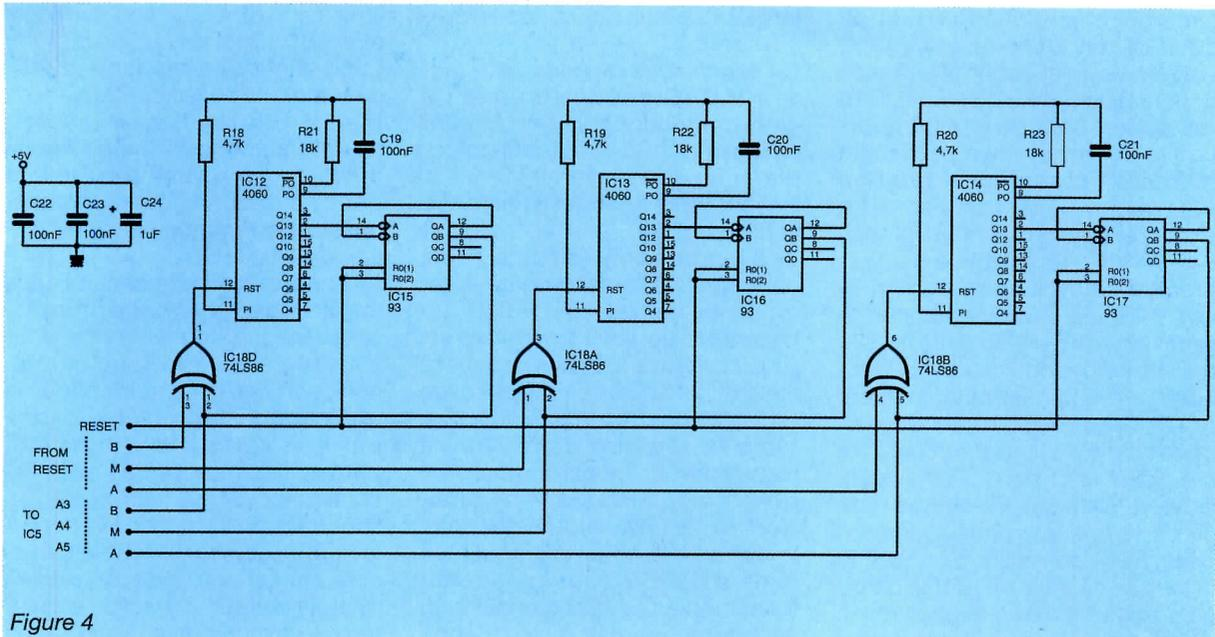

Figure 4
Afin de différencier entre AUT HPs en cours de cycle et SW2 fermé, LD1 indique qu'une commande manuelle est activée. Néanmoins, il est toujours permis de constater que les amplis sont, ou non, prêts grâce à LD2 à 4. Tout ceci n'est que simple logique. Mais HILPAC dispose d'une analyse supplémentaire pour aller regarder si un ampli est en panne (PROTECT à 0) pendant disons 1 minute (modifiable à volonté). Pour cela, il faut passer à la **figure 4**. Le montage doit dire quelque chose à ceux qui suivent, car le principe est très proche du fonctionnement de l'horloge de cycle. Ce que nous voulions obtenir était qu'à partir des signaux des cartes PROTECT à 0, un compteur entre en action puis, au bout d'un temps considéré comme une panne grave, fournisse un signal qui coupe le secteur sur l'ampli concerné (comme on le ferait manuellement). Mais ce cycle irréversible (seule une RAZ peut déverrouiller) ne devait pas entrer en action pour une simple erreur momentanée : il faut laisser à PROTECT la charge de surveiller les HPs, et une coupure due à un accident fugitif (surchauffe, etc.) est ré-armable automatiquement par la logique de PROTECT. Ainsi, si une protection entre en action pendant dix secondes et qu'elle se libère, la logique de coupure 220, même si elle a commencé à compter 10 secondes, doit être stoppée, le compteur remis à zéro et l'horlo-
**Figure 8** on trouve le circuit correspondant au schéma de la figure 4, et **figure 9** la logique principale, porteuse des LED d'états. Un effort a été fait pour rester en simple face sans pour autant gaspiller du «cuivre». C'est au prix de quelques straps il est vrai, mais «ça passe» parfaitement !